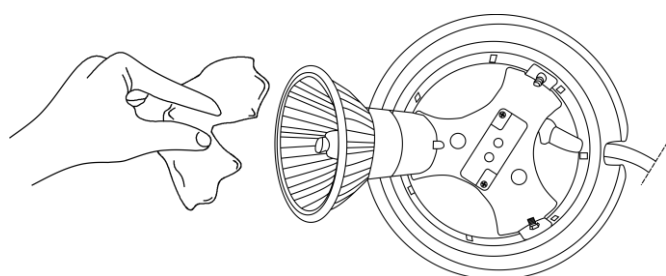

Fig. 05
- 04) Inserire la lampada (Fig.05).